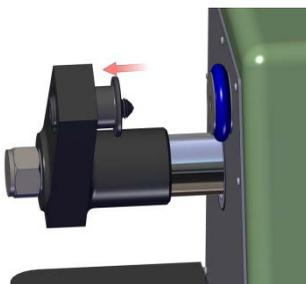
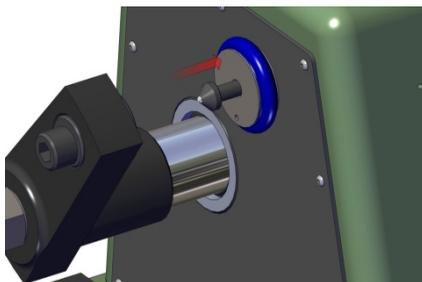
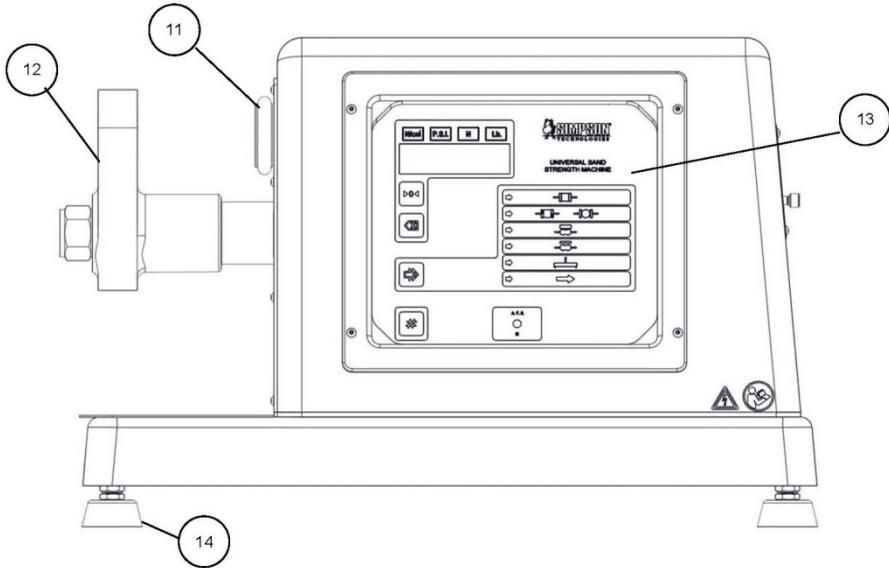

Figura 6.2.1
Figura 6.2.2
Figura 7.3: Vista Frontal
8. Reemplace los accesorios con la bolilla soporte ajustable y la bolilla soporte fija que se incluyen con la celda de carga mecánica, Modelo 42125. El Soporte ajustable se inserta en el brazo movable portamordaza (Figura 7.3, Ítem 12) deslizando suavemente hacia el agujero aparejado (vea la Figura 6.2.1). Es extremadamente importante que la Calibración y los soportes cónicos estén limpios y libres de arena suelta. Inserte la bolilla soporte fija en agujero ubicado en el centro del soporte estacionario de mordaza (Figura 7.3, Ítem 11). (Vea la Figura 6.2.2 y 6.2.3).
12. Monte la celda de carga entre el soporte estacionario de mordaza (Figura 7.3, Ítem 11) y el brazo movable portamordaza (Figura 7.3, Ítem 12).(Vea la Figura 6.2.4)